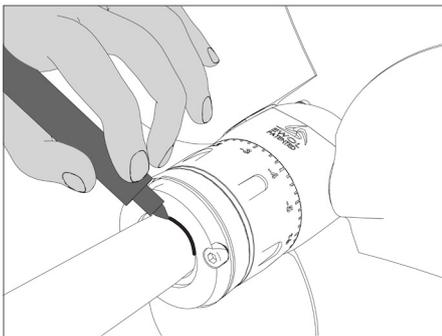

ABB. 9 Markierung mit einem Filzstift auf der Welle
- Markieren Sie mit einem Filzstift den maximalen Überlappungspunkt auf der Welle (**Abb. 9**).